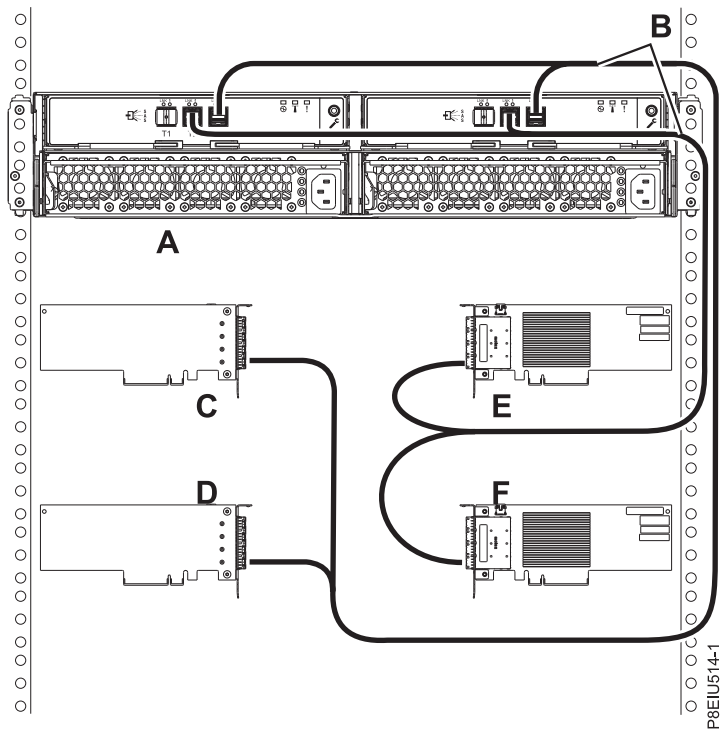

図 19. 4 つの独立 FC EJ0J SAS アダプターまたは FC EJ0M SAS アダプターへの X12 ケーブルを使用した、1 台の ESLL ストレージ・エンクロージャーまたは ESLS ストレージ・エンクロージャーのモード 4 接続
19. 22 ページの図 19 に示すように、4 つの独立 FC EJ0J アダプターまたは FC EJ0M SAS アダプターへの X12 ケーブル (B) を使用した、1 台のエンクロージャー (A) のモード 4 接続を行います。その後、23 ページの『ケーブルと電源コードの接続およびカバーの取り付け』に進みます。